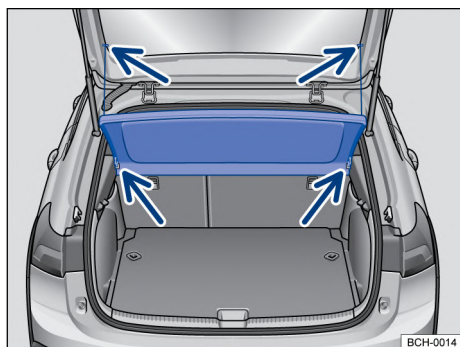

Fig. 155 En el maletero: desmontar y montar la bandeja trasera.
- Desenganchar los cordones de retención del soporte del portón trasero → fig. 155 (flechas superiores).
- Retirar la bandeja trasera hacia atrás y hacia afuera de los soportes laterales → fig. 155 (flechas inferiores).
- Empujar la bandeja trasera hacia adelante, introduciéndola en los soportes laterales → fig. 155 (flechas inferiores).
- Encajar los cordones de retención en el portón trasero → fig. 155 (flechas superiores).